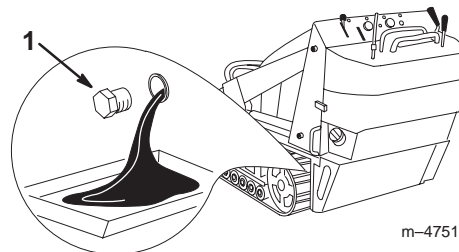

Figure 32
4. Enlevez le bouchon de vidange (Fig. 32).